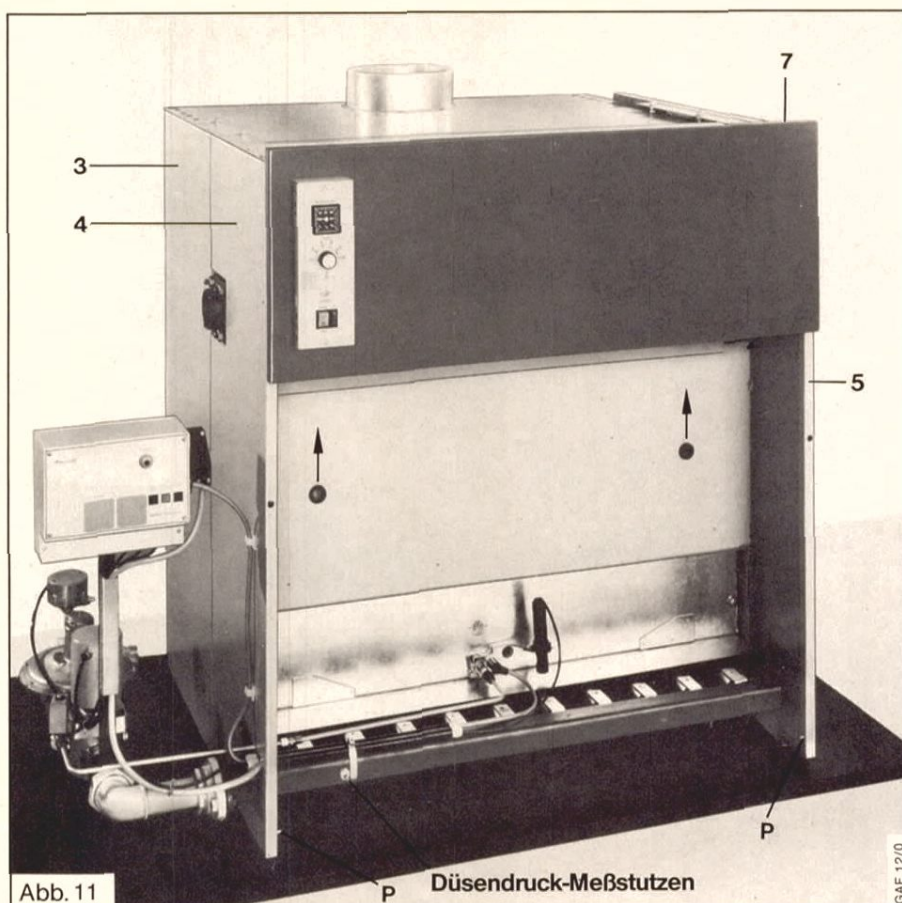
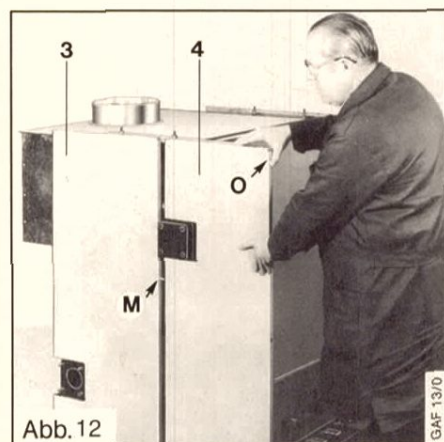

Abb. 11
Abb. 12
Mantelblech, seitlich (3), Abb. 11, auf die Stifte (L), Abb. 7, der Winkelleiste stellen und oben mit 2 Blechschrauben am Halteblech verschrauben. Fassonschrauben (M), Abb. 12, von Mantelblech seitlich (3) in Blech (4) stecken, oben mit 1 Blechschraube am Halteblech und unten bei (N), Abb. 7, mit 1 Kreuzschlitzschraube M5 an der Winkelleiste befestigen.
Mantelblech, vorn (7) in die Schrauben (O), Abb. 11, von Blech (4) links und Blech (5) rechts so einhängen, daß der Ausschnitt für die Instrumententafel auf der Vorlaufanschlußseite liegt. Schutzkasten und Instrumententafel (VE Instrumententafel) in Blech (7) montieren und Temperaturfühler in vorgesehene Schutzrohre einstecken und sichern.
Zündbrenner an Brennerplatte montieren, und zwar bei Vollautomatik wie dargestellt immer mittig, Abb. 11. Nicht benötigte Öffnungen mit beigegebenen Blechen verschließen.
Zündgasleitung auf erforderliche Länge gekürzt verlegen, Abb. 11.